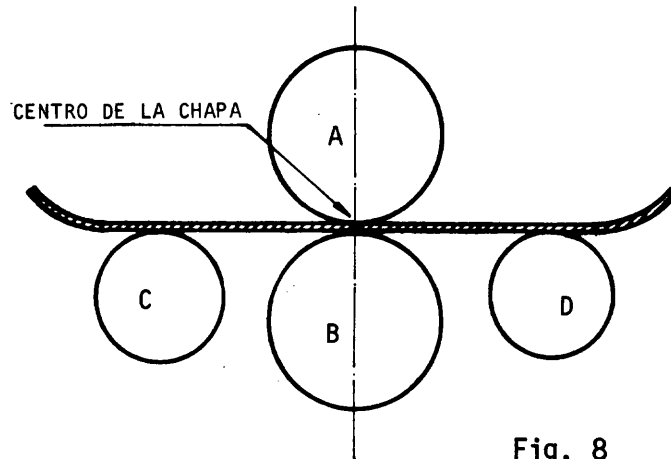

Fig. 8
- b Accione el mecanismo de giro de los rodillos desplazando la chapa hasta que su centro quede entre los rodillos "A" y "B" (fig. 8).